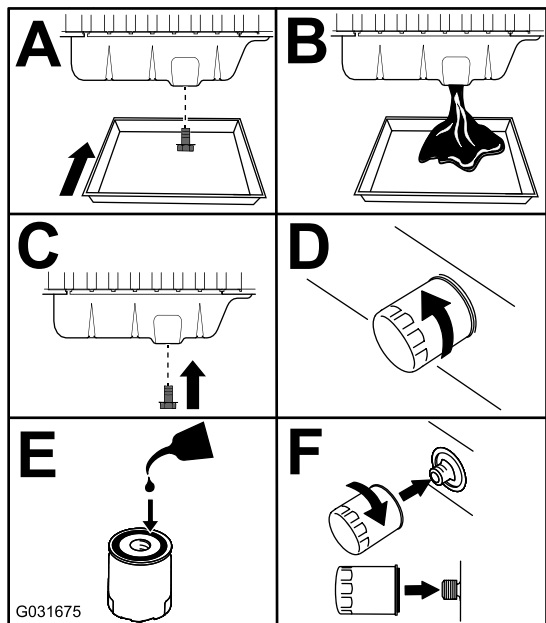

Figura 74
3. Cambie el aceite del motor y el filtro (Figura 74).